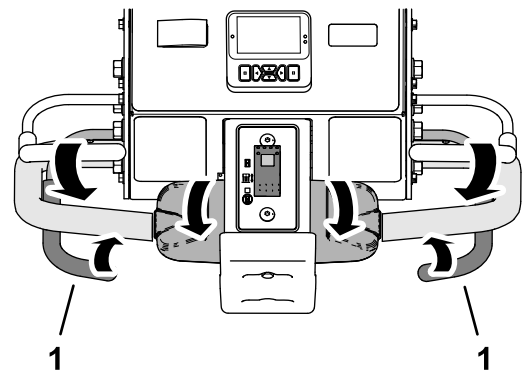

Bild 83
3. Wenn der Vorderreifen über den Rand des Aerifizierbereichs rollt, schließen Sie entweder den linken oder rechten Aerifizierbügel (Bild 83).